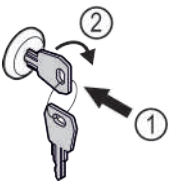

Fig. 170
- ▶ Schlüssel hineindrücken Fig. 170 (1).
- ▶ Schlüssel um 90° im Uhrzeigersinn drehen Fig. 170 (2).